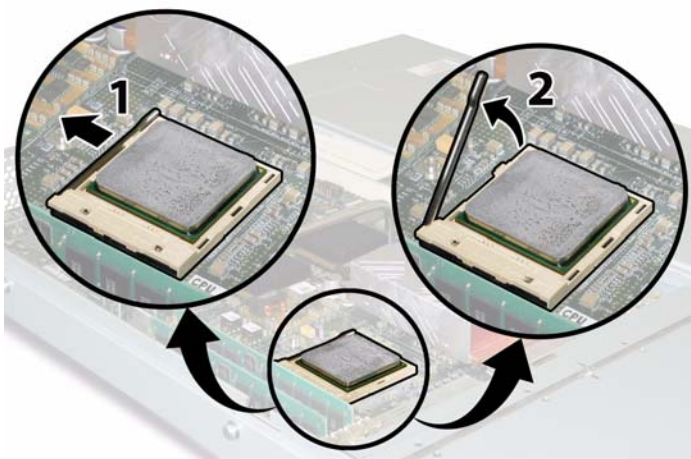

图 3-10 松开 CPU 插座拉杆
- c. 将 CPU 插座拉杆轻轻拉离插座。请参见图 3-10。